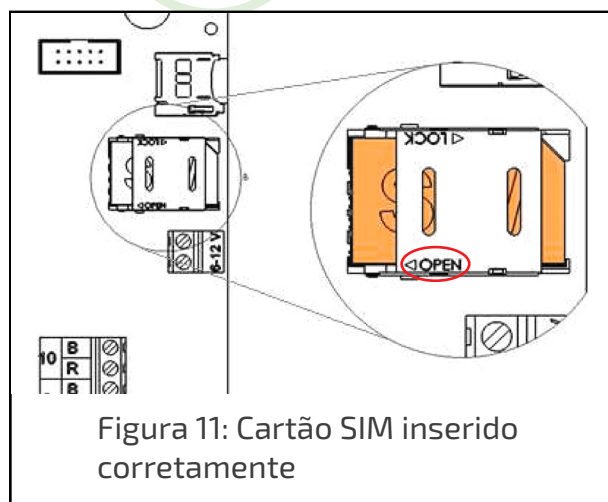

Figura 11: Cartão SIM inserido corretamente
4. Deslize a tampa do compartimento do cartão SIM até a lateral para abri-la, como indicado na seta OPEN [abrir] (ver Figura 11).
7. Mantenha para baixo a tampa do compartimento do cartão SIM, enquanto desliza a tampa até a lateral, conforme indicado pela seta LOCK [trava] (Figura 11).